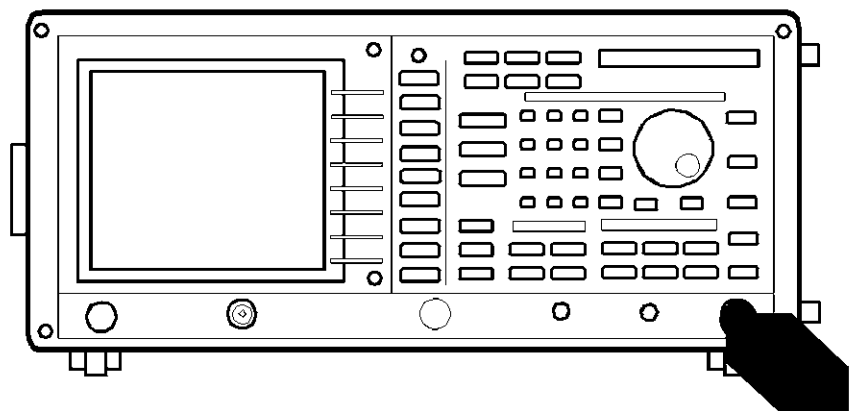

図 5-21 残留レスポンスの確認時の接続
6. 図 5-21 のように、INPUT にターミネータを接続します。